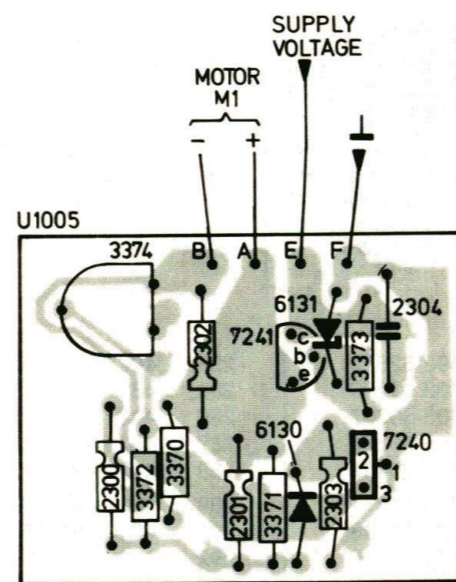

Fig. 8
- Con 3374 sull'unità controllo motore U201 (Fig. 8) la velocità può essere regolata.